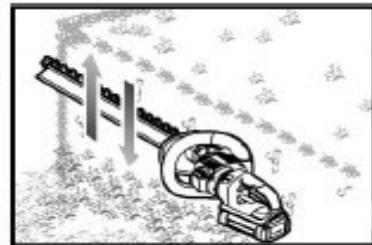

Рис.13b
- Обрезайте боковую часть изгороди, перемещая кусторез по кривой снизу вверх (Рис. 13b).